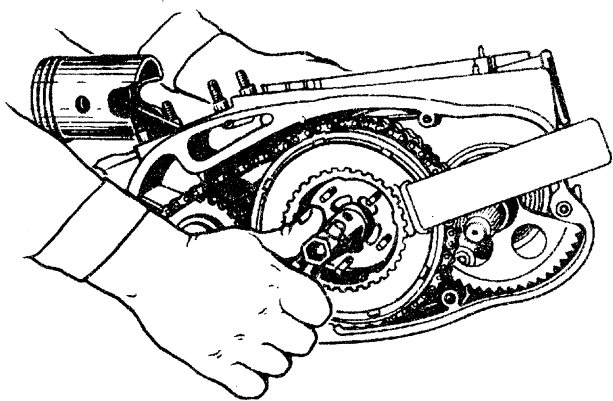

Рис. 3.12. Снятие внутреннего барабана сцепления
– отвернуть гайку крепления внутреннего (ведомого) барабана сцепления (левая резьба), застопорив барабан специальным ключом П2 (см. табл. 7.4.), снять барабан в соответствии с рис. 3.12. При отсутствии специального ключа и если двигатель стоит на мотоцикле, следует включить первую передачу;